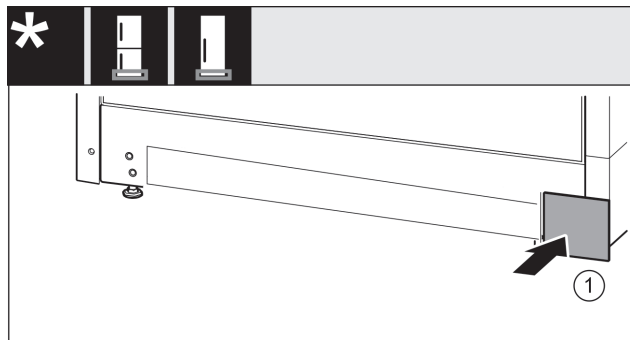

Fig. 16
- ▶ Ponovno natakните pokrov na drugu stranu. Fig. 16 (1)